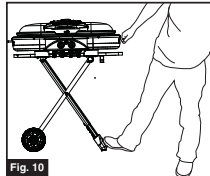

Fig. 10
- Abaissez le grill et glissez-le en arrière pour verrouiller les montants du piètement dans les supports du fond. (Fig. 10, 11 et 12)